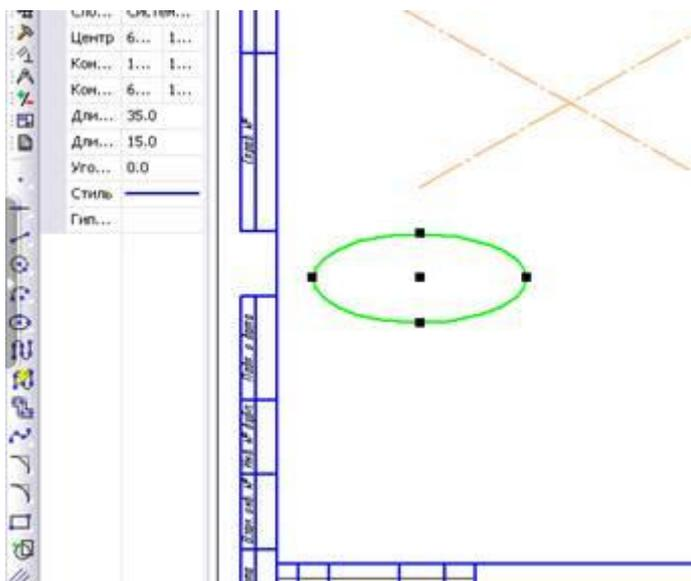

рис.4
4. Выполните Графическую работу на формате А3 (Рис. 4)
Квадратным указателем выделить данный эллипс, нажав один раз левой кнопкой мыши. Обратите внимание, что на изображении эллипса автоматически выделились крайние точки горизонтальной и вертикальной линий симметрии (см.рис. 4)
2. Выполните Графическую работу на формате А3 (Рис. 4)